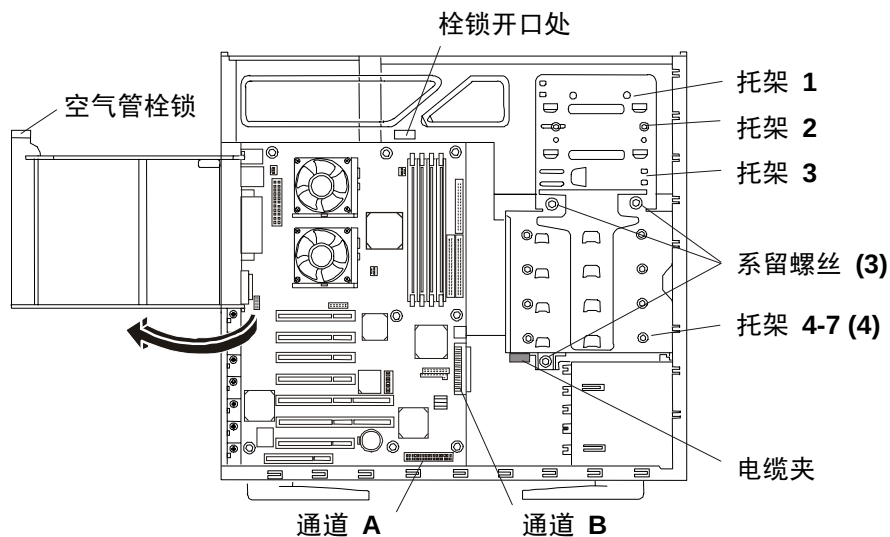

图 3-1. 移动空气管
软盘驱动器和 CD-ROM 驱动器是所有 HP NetServer E 800 机型的标准配置，分别占用托架 1 和 2。请参见图 3-1。
5. 松开空气管并将其移出。请参见图 3-1。
如有必要，可以将 SCSI 电缆从驱动器箱下面的电缆夹断开，以释出驱动器箱。请参见图 3-1。
7. 拧松硬盘驱动器箱上三枚系留螺丝。请参见图 3-1。
12. 连接 SCSI 电缆至磁盘驱动器。请参见图 3-1。